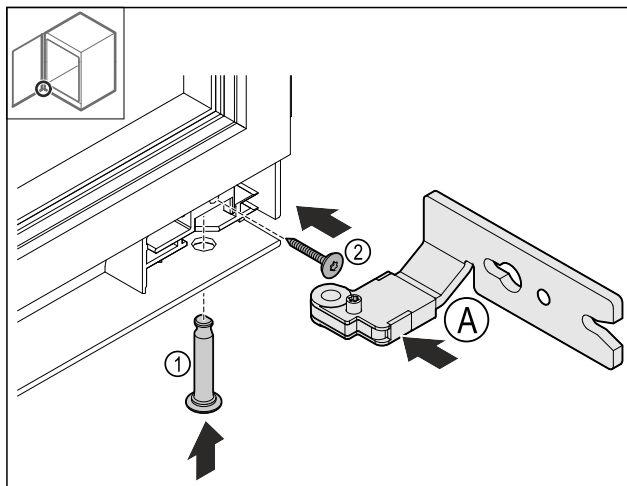

Fig. 28
- Inserire la cerniera inferiore Fig. 28 (A).
- Inserire i bulloni e Fig. 28 (1) fissarli.
- Stringere le viti Fig. 28 (2) tramite rotazione.